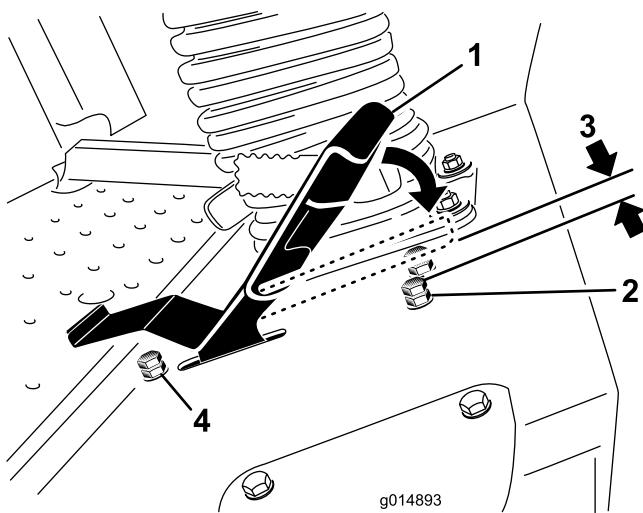

Figure 45
- Desserrez l'écrou de blocage sur le boulon d'arrêt de la pédale de déplacement (Figure 45).